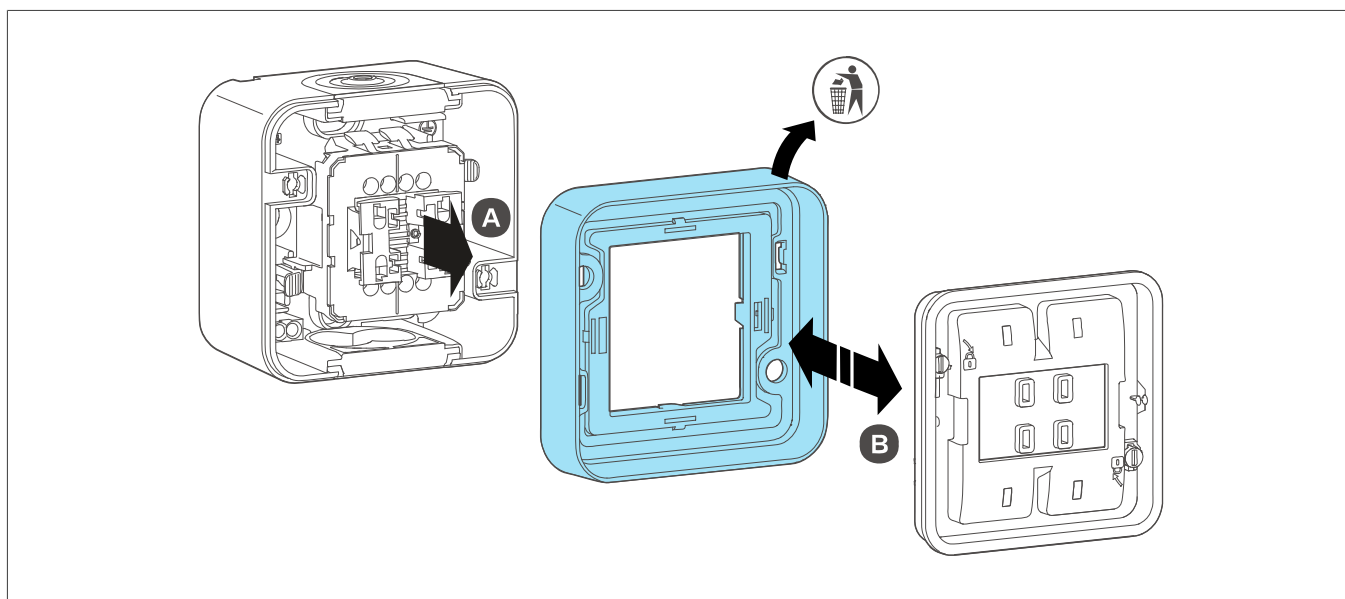

Bild 4: Rahmen und Dichtung entfernen
- 3 Rahmen (3) vom Aufputz-Gehäuse entfernen (A) und Dichtung (2) vom Rahmen trennen (B) (Bild 4).